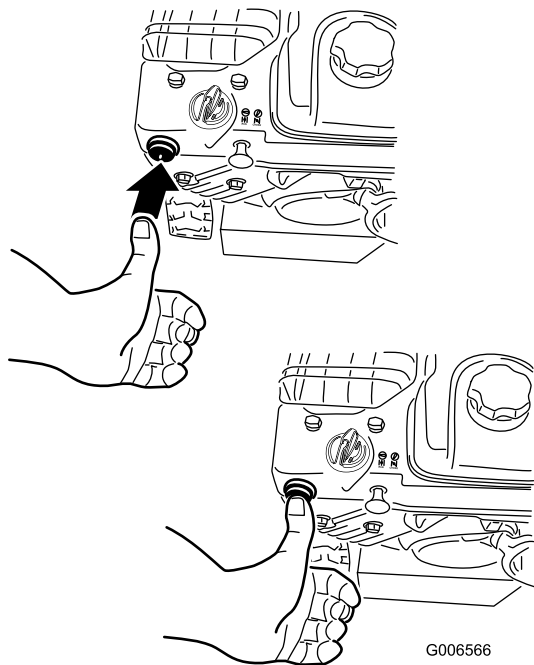

Рисунок 29
4. Энергично нажмите большим пальцем кнопку заливочного насоса два раза (при температурах -9°C и выше) или четыре раза (при температурах ниже -9°C), каждый раз удерживая кнопку в течение секунды перед отпусканием (Рисунок 29).